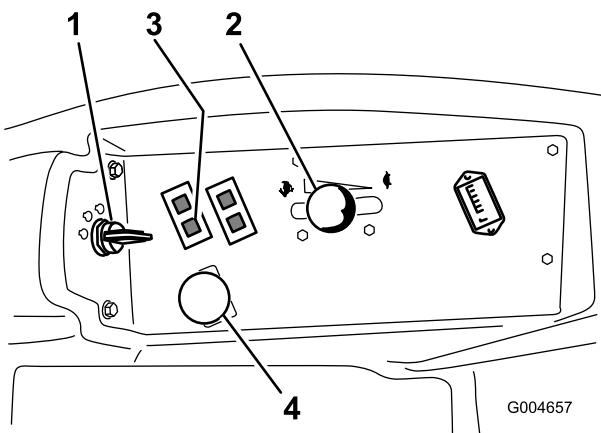

Bild 18
5. Bewegen Sie den Gasbedienungshebel in die Mittelstellung zwischen Langsam und Schnell (Bild 18).
4. Schieben Sie den Zapfwellenantriebschalter auf „Aus“ (Bild 18).